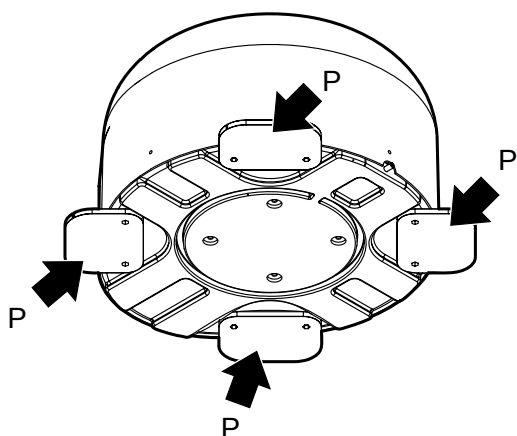

Fig. 6
3. Limpie cuidadosamente las 4 placas (P) de montaje en la antena y en el techo del vehículo con alcohol y deje que se evapore antes de aplicar el sellador (**Fig. 6**).